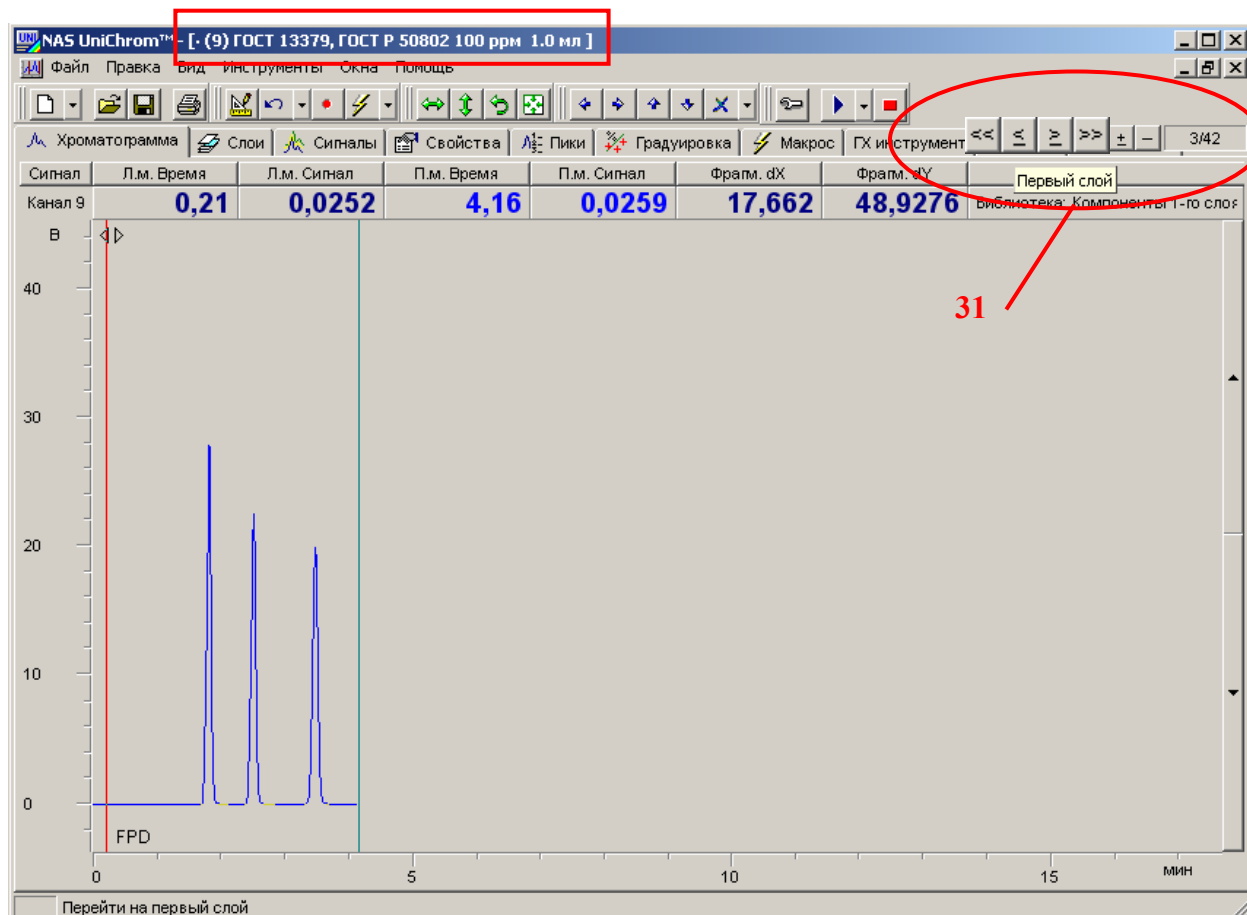

Рис. 53. Переход по слоям измеренных данных (по хроматограммам).
- Щелкая левой кнопкой мыши по кнопкам браузера слоёв – «Первый слой», «Предыдущий слой», «Следующий слой» и «Последний слой» (см. Рис. 53), перейдите к слою «Библиотека стандартного образца ССС на ПФД». В соответствии с планом проведения измерений, это должен быть первый слой.